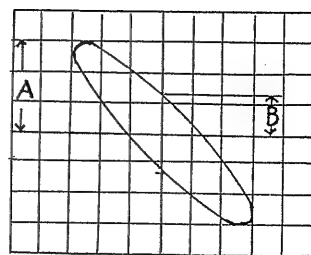

図 7
- (2) SENSITIVITY スイッチ及びVARIABLE と AMPLITUDE ツマミを調整して図7のように適当な大きさの図形にします。低周波発振器の周波数を変え、数 kHz 以上の所で図7のようにループを示す所が垂直水平増巾器間の位相差が現われる周波数です。位相差は、図形より次のように読み取ります。水平垂直振巾を目盛に合せ A・B 寸法より